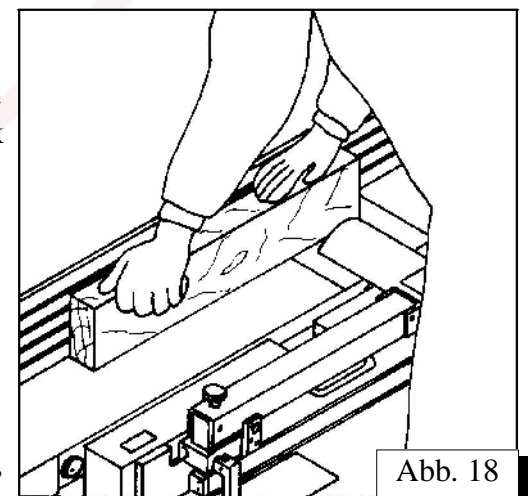

Abb. 18
- Beim Ausgehen des Werkstücks soll die Fläche der rechten Hand auch von oben auf dem Werkstück liegen /Abb. 18/.